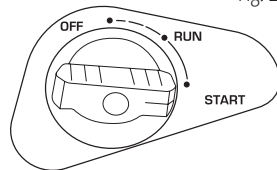

Fig. 2
6. Ruota l'interruttore 3 in 1 in posizione ON (Fig. 2).
4. Ruotare la maniglia della serranda aria in posizione START (Fig. 2).
6. Ruotare la maniglia della serranda aria in posizione RUN (Fig. 2).